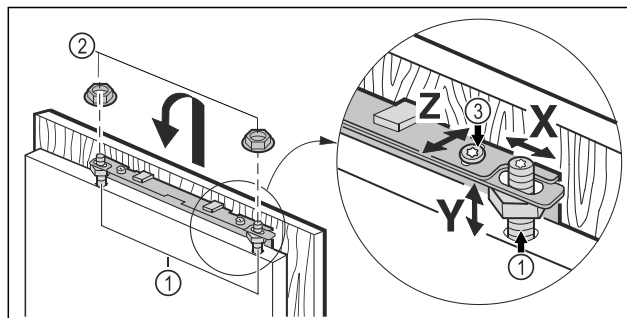

Fig. 46
- ▶ Zaveste nábytkové dvere na justovacie čapy Fig. 46 (1) a poistné matice Fig. 46 (2) zľahka naskrutkujte na justovacie čapy.
- ▶ Nábytkové dvere vyrovnajte vo výške Y a vyrovnajte bočný sklon: Nastavte justovacie čapy Fig. 46 (1) pomocou skrutkovača.
- ▶ Utiahnite poistné matice Fig. 46 (3).